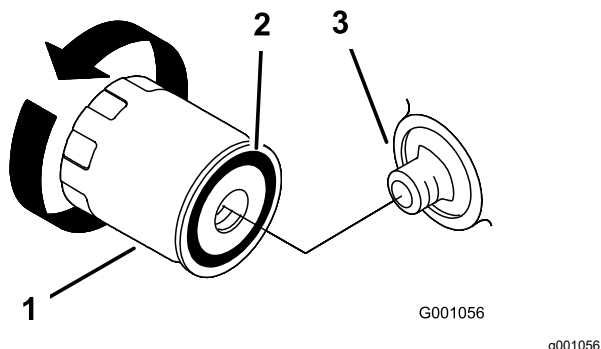

图 19
2. 拆下旧滤清器并擦拭滤清器安装座垫片表面图 19。
3. 在替换滤清器的橡胶垫片上抹上一层薄薄的新鲜机油图 19。
4. 将替换机油滤清器安装到滤清器安装座上顺时针旋转机油滤清器直至橡胶垫片接触到滤清器安装座然后再将滤清器拧 $\frac{1}{2}$ 至 1 圈图 19。